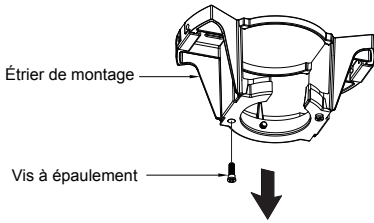

Fig. 10
**Étape 7.** Retirer l'une des deux vis à épaulement du support de montage et enregistrer pour une utilisation à l'étape 9. Desserrer la seconde vis à épaulement sans l'enlever complètement. (Fig. 10)